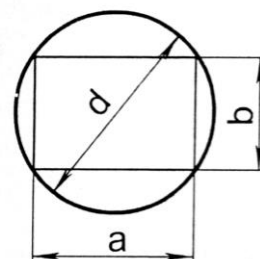

Рис. 5.14
5.20. З круглого дерева, діаметр якого дорівнює  $d$  (рис. 5.14), потрібно вирізати балку прямокутного перерізу так, щоб площа перерізу була найбільшою. Якими повинні бути розміри  $a$  і  $b$  цього перерізу?